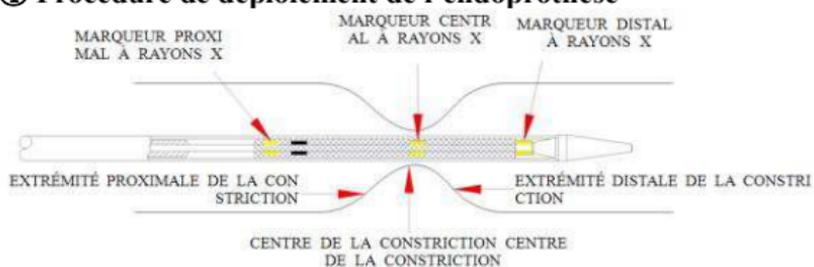

Figure 4
- Une fois que le marqueur central à rayon X a atteint le centre de la constriction cible, continuez à tirer sur le connecteur Y jusqu'à ce que l'endoprothèse soit entièrement déployée. (Voir figure 4, 5)